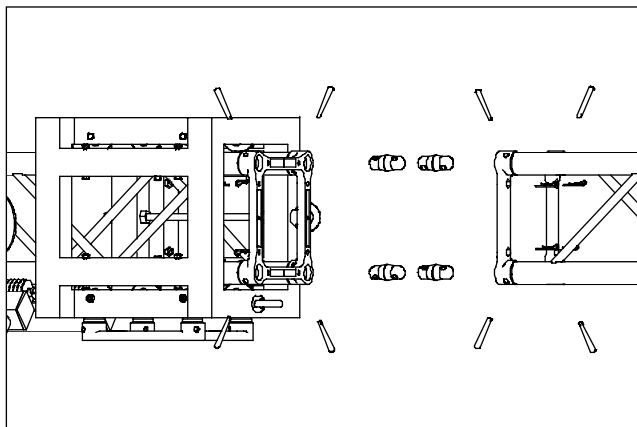
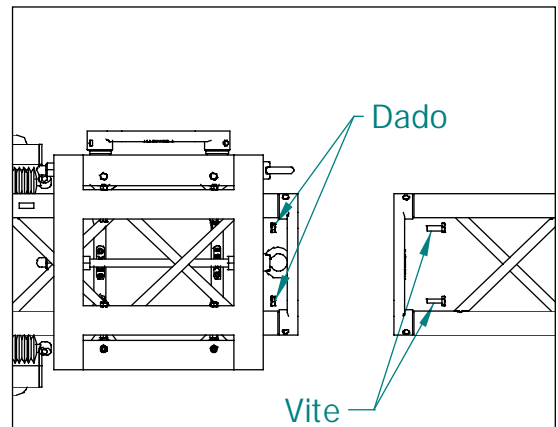

Fig. 4
Fig. 5
4. Si procede al montaggio dei tralicci tipo QX30 mediante kit ad innesto rapido (fig. 4) o kit a bulloni (fig. 5) fino ad ottenere l'altezza di torre desiderata ricordando che l'altezza massima raggiungibile è di 6 m.